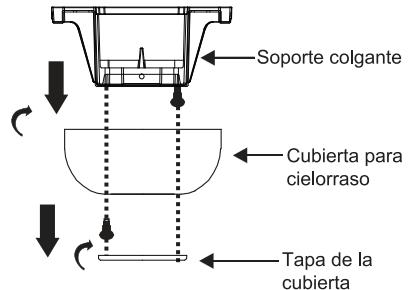

Fig. 5
Paso 1. Retire la tapa inferior de la cubierta decorativa haciendo girar en sentido antihorario. (Fig. 5)
Paso 2. Retire el soporte de montaje para cielorraso de la cubierta quitando uno de los dos tornillos (que debe guardarse). Afloje media vuelta el otro tornillo. (Fig. 5)